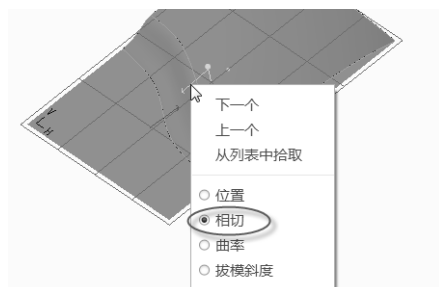

图 7-133 曲面连接
3) 系统沿曲面边界显示连接符号, 将鼠标指针移动到连接符号上方, 右击, 然后从弹出的快捷菜单中查看和选择连接类型, 在本例中确保曲面连接类型为“相切”, 如图 7-133 所示。